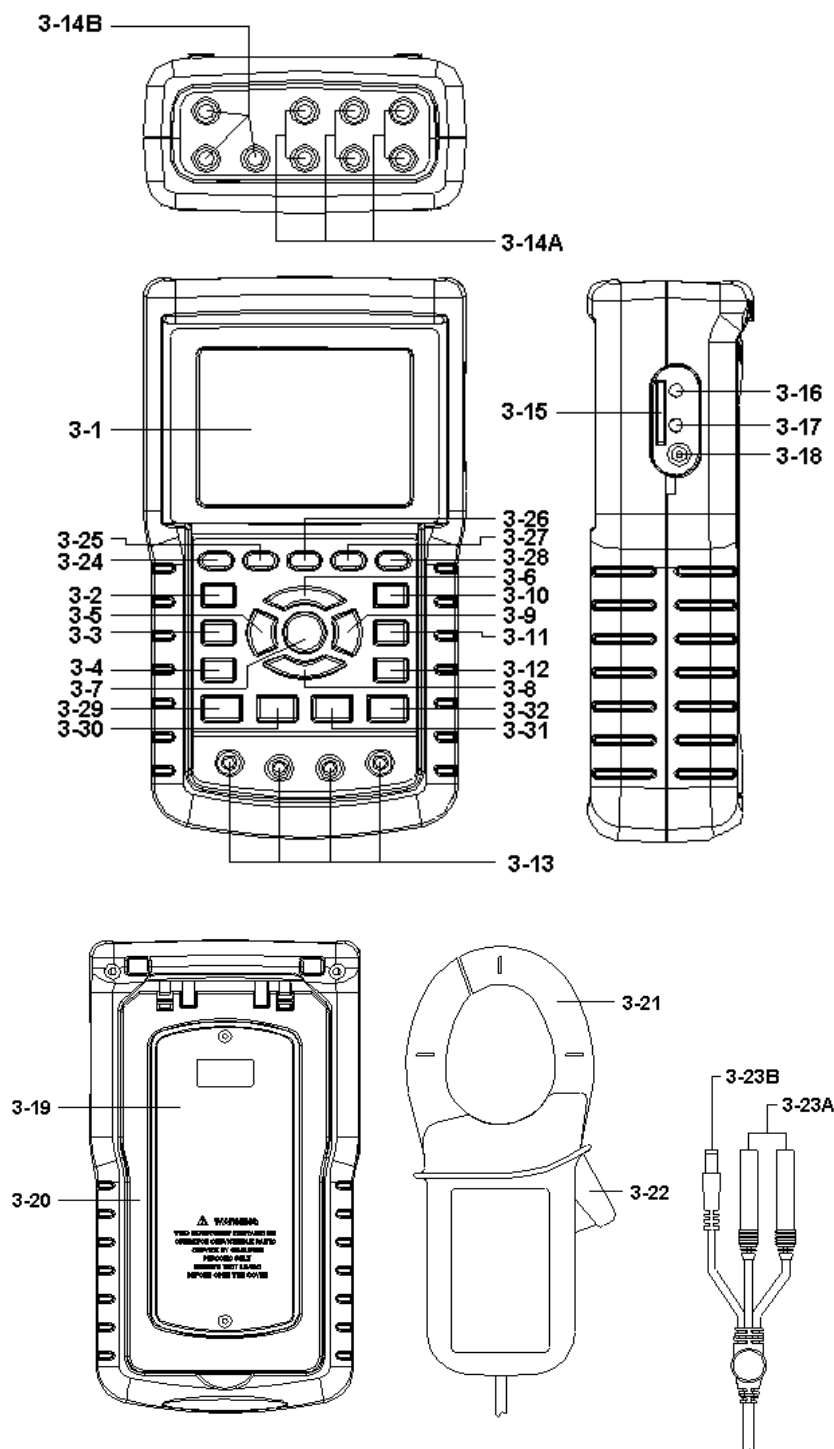

Fig. 1
- 1) POWER KEY ( 3-7, Fig. 1 ) :
- 2) 1Φ 3Φ ( phase/wire ) KEY ( 3-2, Fig. 1 ) :
- 3) A ( current ) RANGE KEY ( 3-10, Fig. 1 ) :
- 4) REC KEY ( 3-9, Fig. 1 ) :
- 5) HOLD KEY ( 3-5, Fig. 1 ) :
- 6) BACKLIGHT KEY ( 3-6, Fig. 1 ) :
- 7) SETUP KEY ( 3-12, Fig. 1 ) :
- 8) EXIT KEY ( 3-8, Fig. 1 ) :
- 9) SHIFT KEY ( 3-11, Fig. 1 )
- 10) UP (▲) KEY ( 3-3, Fig. 1 ) :
- 11) DOWN (▼) KEY ( 3-4, Fig. 1 ) :